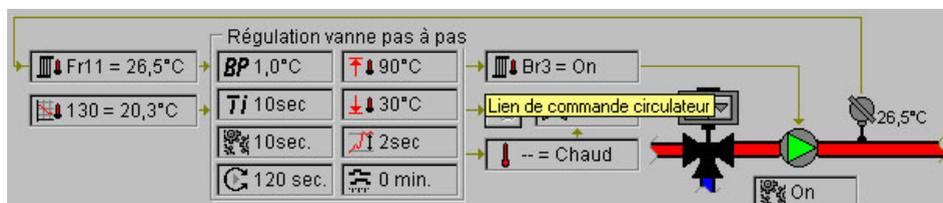

Figure 2.68 : Ressource Régulation vanne pas à pas - lien de commande circulateur
- Lien de commande circulateur : (figure 2.68).